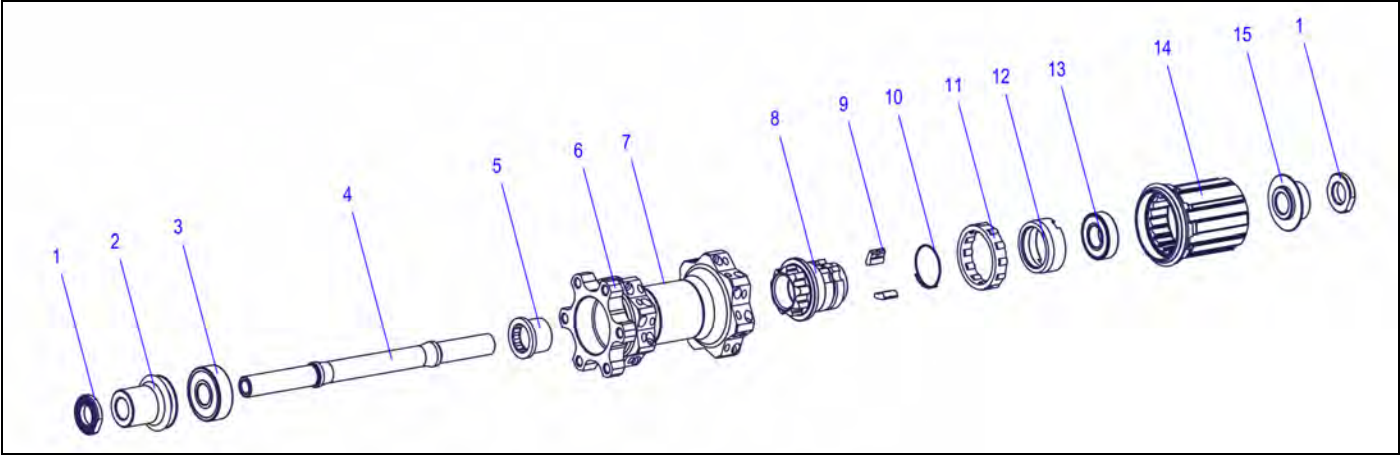

Abbildung 3-3: Übersicht Two Pawl System
2. Rändelschraube (Abb.3-3/1) auf der Rotorseite mit einem 17 mm Gabelschlüssel abschrauben.
3. Rändelschraube (Abb.3-3/1) und Endanschlag (Abb.3-3/15) abnehmen.
4. Rotor (Abb.3-3/14) vorsichtig nach oben abziehen.
6. Rändelschraube (Abb.3-3/1) mit einem 17 mm Gabelschlüssel abschrauben.
8. Endanschlag (Abb.3-3/2) und Rändelscheibe abnehmen.
1. Klinkenfeder (Abb.3-3/10) mit einem Schraubenzieher aus der Nut heraushebeln.
2. Klinkenfeder (Abb.3-3/10) über die Lagerschale (Abb.3-3/12) nach oben schieben und abnehmen.
3. Beide Klinken (Abb.3-3/9) abnehmen.
4. Nadelkäfig (Abb.3-3/11) über die Lagerschale (Abb.3-3/12) nach oben schieben und abnehmen.
1. Kugellager (Abb.3-3/3) gegenüber der Antriebsseite mit Hilfe eines Kunststoffhammers mit Achse (Abb.3-3/4) aus dem Nabengehäuse schlagen.
2. Kugellager (Abb.3-3/3) von der Achse (Abb.3-3/4) nehmen.
3. Achse (Abb.3-3/4) durch das Kugellager (Abb.3-3/13) auf der Antriebsseite schieben.
5. Kugellager (Abb.3-3/13) von der Achse (Abb.3-3/4) nehmen.
Der Klinkenträger (Abb.3-3/5) und die Lagerschale (Abb.3-3/12) müssen nur demontiert werden, wenn diese beschädigt sind!
2. Achse (Abb.3-3/4) in die Montagebuchse stecken.
3. Nabenkörper (Abb.3-3/6) auf die Montagebuchse und die Achse schieben.
4. Demontagewerkzeug auf die Lagerschale (Abb.3-3/12) schieben.
5. Lagerschale (Abb.3-3/12) mit einem 27 mm Gabelschlüssel abschrauben.
8. Nabenkörper (Abb.3-3/6) auf den Innensechskantschlüssel aufstecken.
9. Nabenkörper bzw. Laufrad gegen den Uhrzeigersinn drehen und Verschraubung des Klinkenträgers (Abb.3-3/5) lösen.
- 11.** Klinkenträger (Abb.3-3/8) und Verschraubung des Klinkenträgers (Abb.3-3/5) abnehmen.
3. Rotor (Abb.3-3/14) mit einem milden Reinigungsmittel reinigen.
8. Rotor (Abb.3-3/14) reinigen. Metallspäne müssen restlos entfernt werden.
3. Verschraubung des Klinkenträgers (Abb.3-3/5) auf den Innensechskantschlüssel aufstecken.
4. Nabengehäuse (Abb.3-3/6) auf die Verschraubung des Klinkenträgers aufstecken.
5. Klinkenträger (Abb.3-3/8) in das Nabengehäuse (Abb.3-3/6) stecken.
6. Nabe bzw. Laufrad im Uhrzeigersinn drehen und Verschraubung des Klinkenträgers (Abb.3-3/5) mit einem Anzugdrehmoment von mind. 60 Nm anschrauben.
9. Achse (Abb.3-3/4) mit der langen Seite in die Montagebuchse stecken.
11. Lagerschale (Abb.3-3/12) von Hand auf den Klinkenträger (Abb.3-3/8) schrauben.